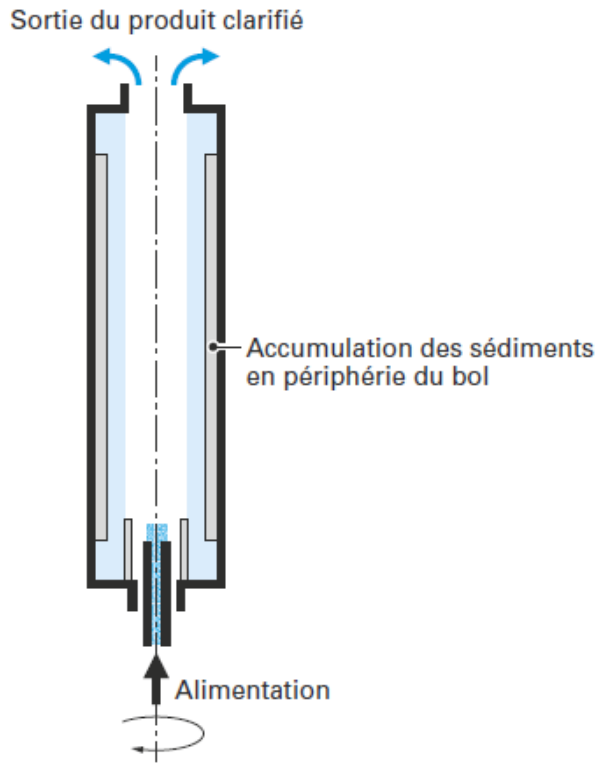

Figure 13 : Schéma d'un bol tubulaire
- **A axe vertical** : c'est un **bol à assiettes** ou à **chambre** qui **tourne sur un axe vertical** (*bol tubulaire*) (**Figure 13**),